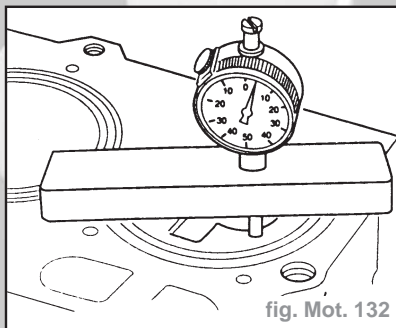

fig. Mot. 132
- Mesurer le désaffleurement des pistons, utiliser le comparateur (fig. Mot. 132).